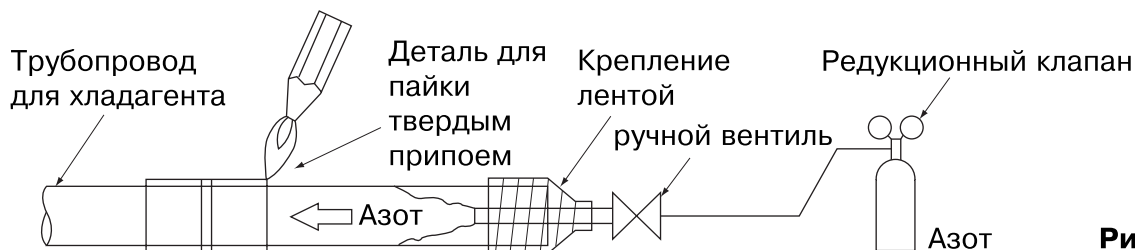

Рис. 14
2. Если пайка выполняется одновременно с подачей в трубопровод азота, азот необходимо довести с помощью редукционного клапана до 0,02 МПа (0,2 кг/см²) (**См. рис. 14**)